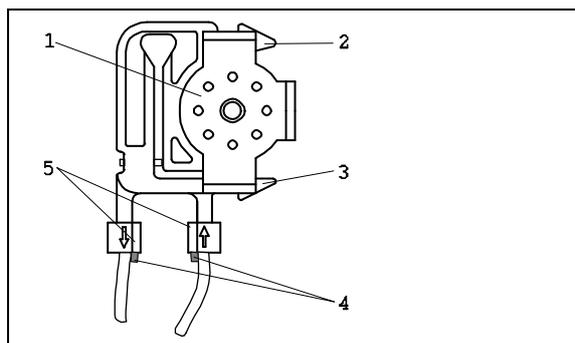

Рис. 21:
1. Ослабьте регулировочный винт (→ рис. 21, поз. 3) так, чтобы прекратилась подача пробы.